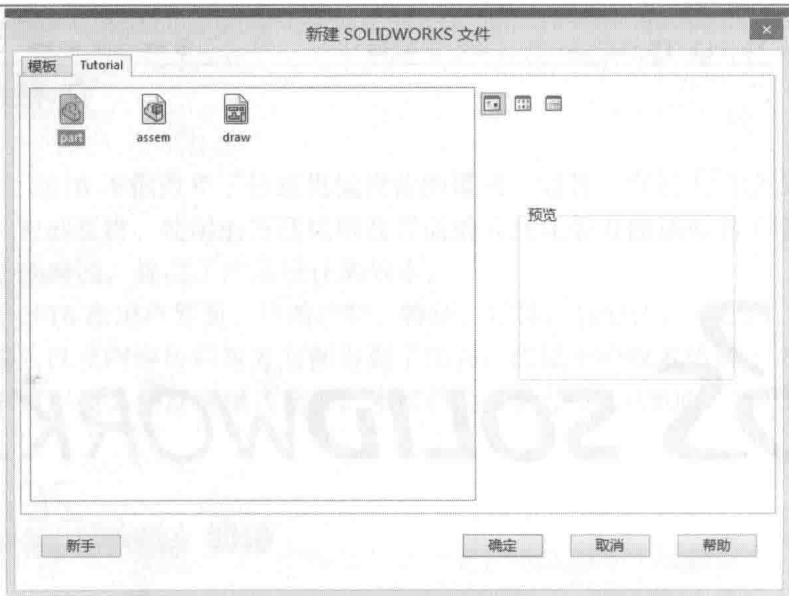
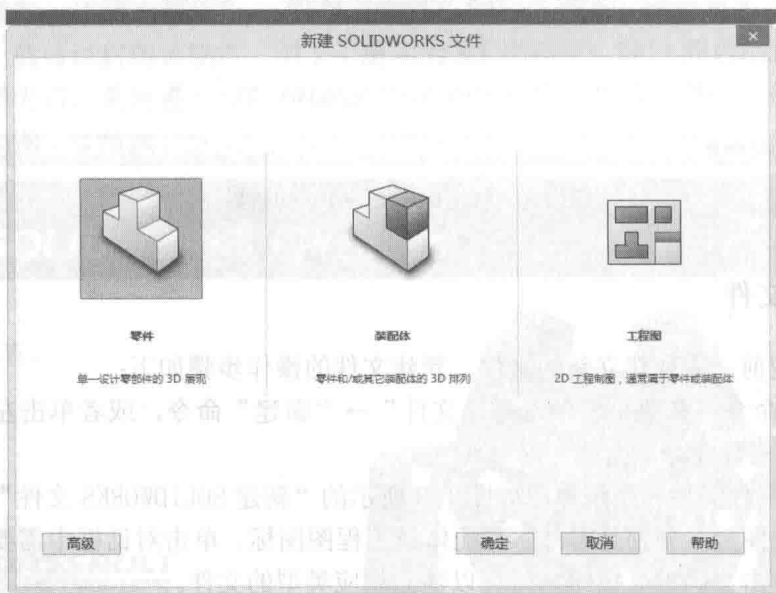

图 1-3 “新建 SOLIDWORKS 文件”对话框
图 1-4 新手版本“新建 SOLIDWORKS 文件”对话框
(1) 执行命令。在菜单栏中选择“文件”→“新建”命令，或者单击左上角的图标按钮，执行新建文件命令。
(2) 选择文件类型。系统弹出如图 1-3 所示的“新建 SOLIDWORKS 文件”对话框。在该对话框中有 3 个图标，分别是零件、装配体及工程图图标。单击对话框中需要创建文件类型的图标，然后单击“确定”按钮，就可以建立相应类型的文件。
高级版本在各个标签上显示模板图标的对话框，当选择某一文件类型时，模板预览出现在预览框中。在该版本中，用户可以保存模板添加自己的标签，也可以选择 Tutorial 标签来访问指导教程模板，如图 1-3 所示。
单击图 1-3 中的“新手”按钮就会进入新手版本显示模式，如图 1-4 所示。该版本中使用较简单的对话框，提供了零件、装配体和工程图文档的说明。